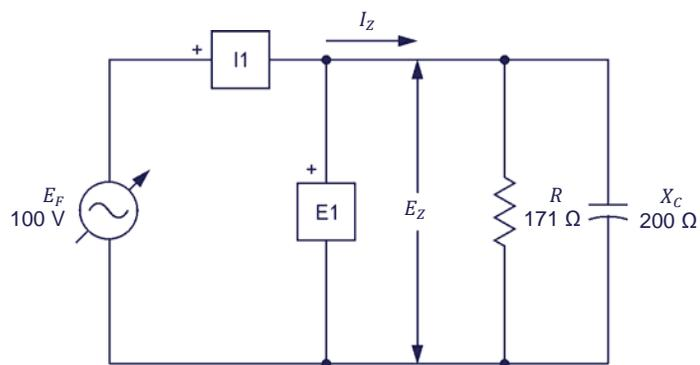

Figura 2-22. Circuito ca con un resistor y un condensador en paralelo.
53. Monte el circuito mostrado en la figura 2-22.